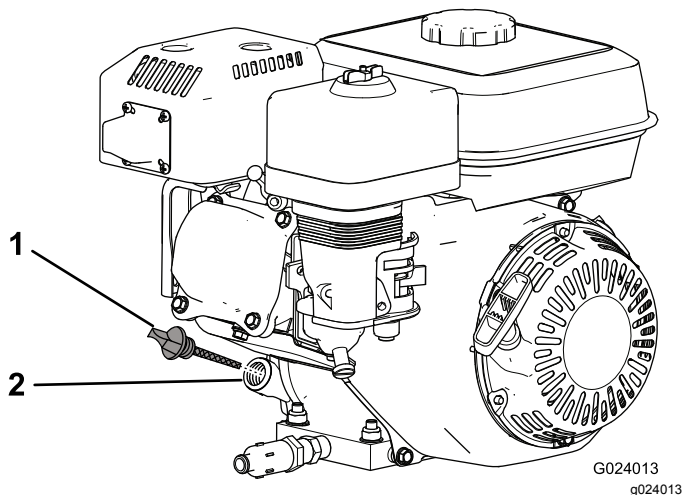

Рисунок 17
2. Заглушите двигатель, подождите, пока он остынет, и очистите поверхность вокруг крышки масляного фильтра / щупа (Рисунок 17).